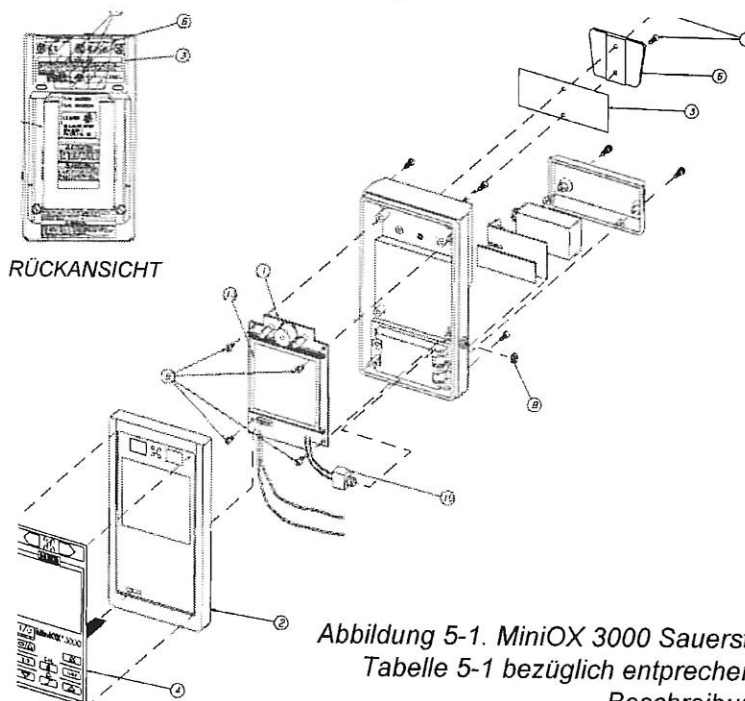

Abbildung 5-1. MiniOX 3000 Sauerstoffmonitor, komplett (Siehe Tabelle 5-1 bezüglich entsprechender Teilenummern und Beschreibung)
Dieser Abschnitt beschreibt das Zerlegen und den Wiederausammenbau (ABBILDUNG 5-1 und TABELLE 5-1) des MiniOX 3000 Sauerstoffmonitors:
Tabelle 5-1. MiniOX 3000 Teileliste (HINWEIS: Siehe Abbildung 5-1)
Den MiniOX 3000 Sauerstoffmonitor folgenden Anweisungen gemäß, zerlegen. Wenn nötig auf die Detailzeichnung des Instruments (ABBILDUNG 5-1) beziehen. Wenn nicht anders angegeben, beziehen sich die in dieser Verfahrensweise verwendeten Postennummern auf die in Tabelle 5-1 angegebene Teileliste für ABBILDUNG 5-1.
4. Den vorderen Deckel des Gehäuses festhalten (ABBILDUNG 5-1, Posten 2) und hochheben.
2. Die Mutter vom hinteren Gehäusedeckel (ABBILDUNG 5-1, Posten 2) mit einem 3/8" Steckschlüssel entfernen (ABBILDUNG 5-1, Posten 8).
4. Die Leiterkarte vom hinteren Gehäusedeckel entfernen. (ABBILDUNG 5-1, Posten 1 und 2).
2. Die LCD (ABBILDUNG 5-1, Posten 13) nur entfernen, wenn unbedingt notwendig oder wenn die programmierten integrierten Schaltungen (PIC) aktualisiert werden müssen.
Zum Wiederzusammenbau des MINIOX 3000 Sauerstoffmonitors folgende Anweisungen befolgen. Wenn nötig, auf die Detailzeichnung des Instruments (ABBILDUNG 5-1) beziehen. Wenn nicht anders angegeben, beziehen sich die in dieser Verfahrensweise verwendeten Postennummern auf die in Tabelle 5-1 angegebene Teilleiste für ABBILDUNG 5-1. Wenn die LCD oder die Einsteck-IC von der Leiterkarte entfernt wurden, versichern, daß das Ersatzteil eingebaut wurde und fest in der Fassung sitzt. Darauf achten, daß die Fluchtungskerbe bzw. der Stift ordnungsgemäß ausgerichtet ist.
2. Die Leiterkarte (ABBILDUNG 5-1, Posten 1) so legen, daß die Montagelöcher der Rückseite sich mit den Montagelöchern der Leiterkarte decken.
3. Die vier Schrauben (ABBILDUNG 5-1, Posten 5) in die Löcher der Rückseite stecken und festziehen.
5. Den Sensorstecker durch die Montagelöcher der Rückseite einführen (ABBILDUNG 5-1).
6. Mit Hilfe eines 3/8" Steckschlüssels die Mutter (ABBILDUNG 5-1, Posten 8) an der Rückseite des Gehäusedeckels anziehen.
4. Den Deckel der Vorderseite in den Deckel der Rückseite wie in Detailzeichnung des Gerätes gezeigt (ABBILDUNG 5-1).
Schrauben in der Mitte der Rückseite des Gehäuses entfernen (ABBILDUNG 5-1).
2. Mit einem Phillips-Schraubenzieher die zwei Schrauben in der Mitte der Rückseite des Gehäuses entfernen (ABBILDUNG 5-1).